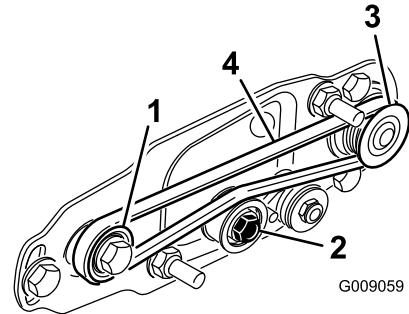

图23
- A. 先缠绕驱动皮带轮周围的皮带，然后再缠绕总轮皮带轮顶部上方的皮带（图 23）。
- B. 启动从动皮带轮上的皮带（图 23）。